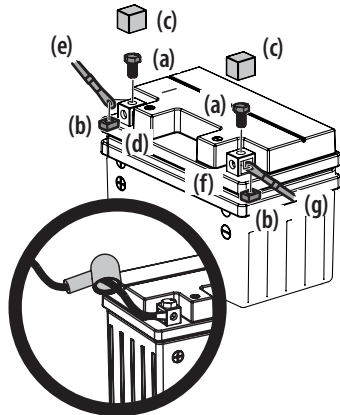

Figure 12
1. Retirez les boulons (a) installés en usine et les écrous carrés (b) placés à l'extrémité du faisceau ou dans le sac contenant le manuel. Gardez la quincaillerie pour utilisation ultérieure. Voir Figure 12.
2. Retirez le protecteur en plastique (c), si présent, de la borne positive de la batterie (d) et fixez le câble rouge (e) à la borne positive (d) avec un boulon (a) et un écrou carré (b) indiqués à l'étape 1. Utilisez un tournevis Phillips. Voir Figure 12.
3. Remplacez le capuchon rouge en caoutchouc sur la borne positive de la batterie pour la protéger contre la corrosion. Voir l'encadré de la Figure 12.
4. Retirez le protecteur en plastique (c), si présent, de la borne négative de la batterie (f) et fixez le câble noir (g) à la borne négative (f) avec l'autre boulon (a) et l'autre écrou (b). Voir Figure 12.